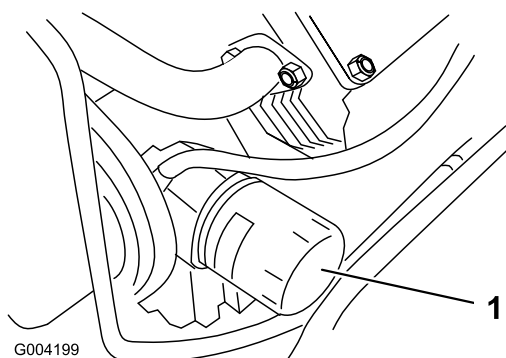

Figure 38
4. Enlevez le filtre à huile usagé (Figure 38) et essuyez la surface du joint de l'adaptateur.